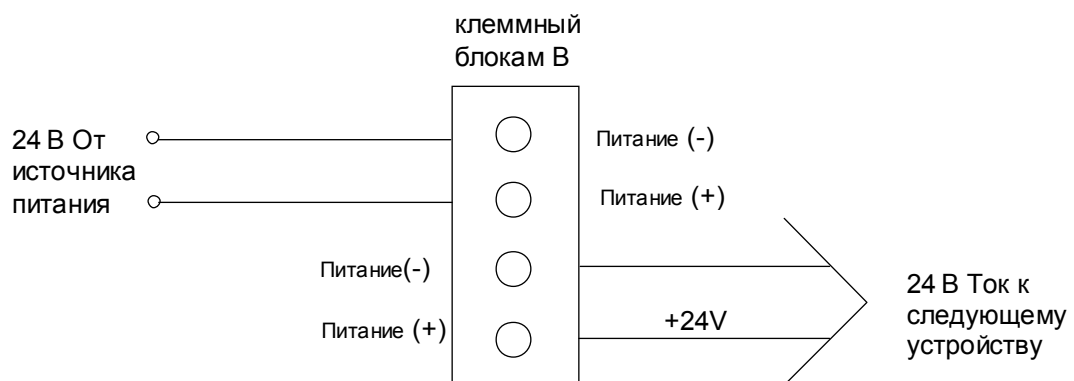

Рис. 10 Схема подсоединения проводов подвода питания
- б) подсоедините подводящие питание провода к клеммным блокам как показано на Рис. 10.